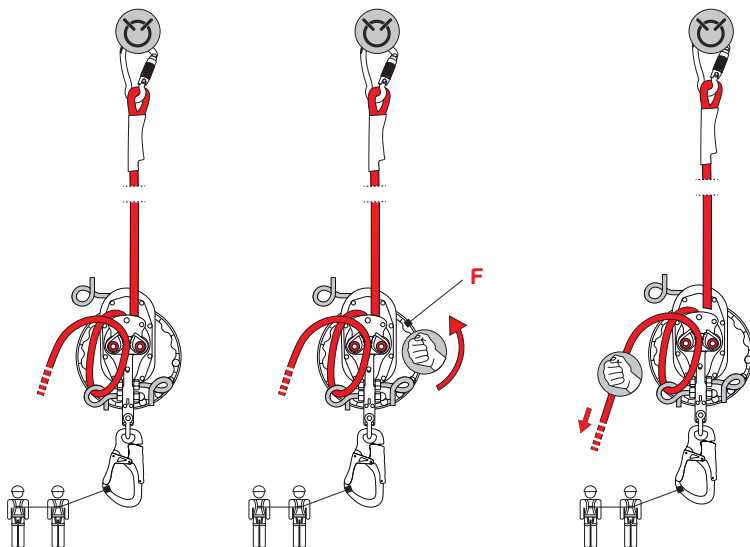

Fig.11
- k) girar el volante (F), utilizando la manivela (G) y, en cada giro, tensar la cuerda libre (esta operación permite descargar el peso del accidentado de su equipo anticaídas) - fig. 11,
- b) suelte el volante (F),
- a) gire la manivela (G) y, en cada giro, tense la cuerda libre - fig. 11.